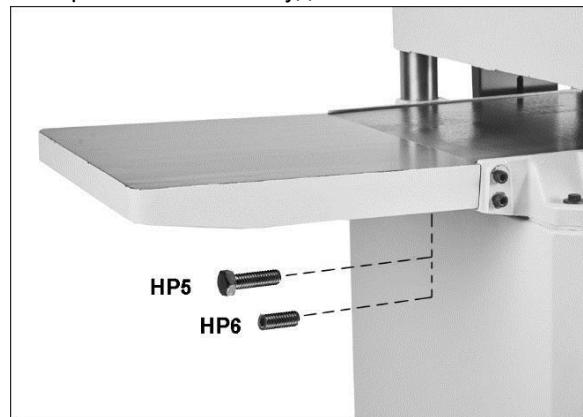

Рисунок 5-5: Удлинения стола (только для JWP-15BHH)
1. Вставьте 3 установочных винта (HP6, рис. 5-5) в нижние отверстия чугунного удлинения стола.